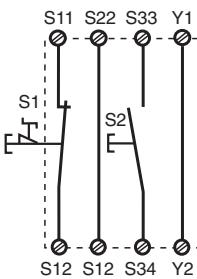
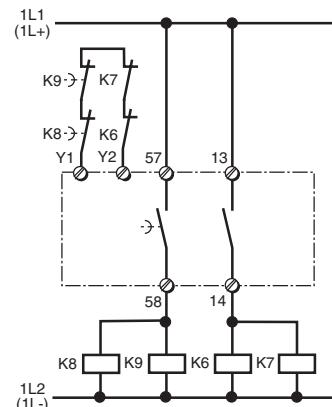

Fig. 2: Parada emergencia monocanal (S1) / Arresto di emergenza a canale singolo (S1) / Éénkanalige Noodstop (S1)
Fig. 7: Ej. de conexión para contactores externos / Esempio di collegamento per contattori esterni / Aansluitvoorbeeld voor externe relais
In tutti gli esempi vengono rilevate dispersioni a terra. Le fig. 2 e 3 sono esempi per circuiti di arresto di emergenza.
In alle voorbeelden worden aardcontacten herkend. Afb. 2 en 3 zijn voorbeelden voor Noodstop-stroomcircuits.
**El circuito de realimentación** sirve para la supervisión de contactores externos que se utilizan para el reforzamiento de contactos o para la multiplicación (fig. 7). Es posible una combinación con las conexiones según fig. 2 - 6.
- Il circuito di retroazione** serve al controllo di relè esterni, che vengono utilizzati per rafforzare o aumentare il numero di contatti (fig. 7). È possibile una combinazione come illustrato alle figure 2 - 6.
(afb. 7). Een combinatie met de schakelingen volgens afb. 2 - 6 is mogelijk.